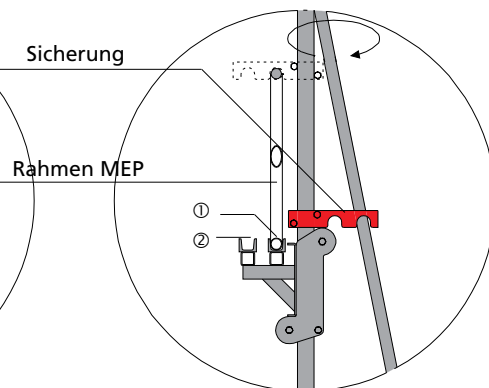

Abb. 28.4
- Vor der Höhenverstellung des Deckentisches ist die Sicherung nach hinten wegzudrehen (Abb. 28.4).